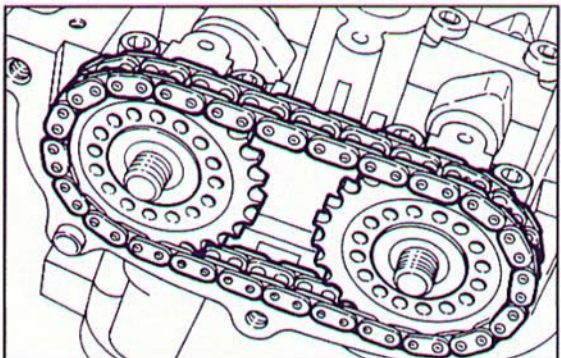

Fig. 170 ▼
- estrarre il gruppo completo pignoni-catena (Fig. 170);
- take out the complete pinions-chain group (Fig. 170);